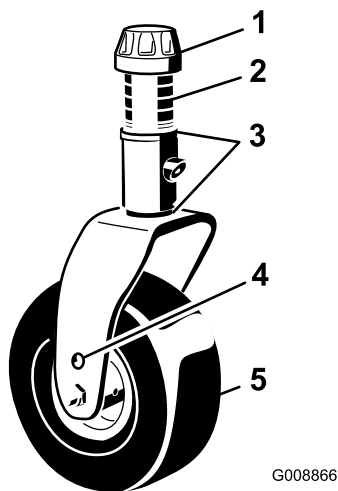

図 6
2. 左右のキャストフォークの同じ穴にキャストホイールの軸をセットする。セッティング用の穴の選択については 図 6 および 図 7 を参照してください。
3. スピンドルシャフトからテンショニングキャップを取り 図 6、キャストアームからスピンドルを抜き出す。シム 3 mm を枚スピンドルのシャフトに通す当初の状態と同じに。これらのシムは、デッキ全体の左右の水平調整に必要となる。希望の高さにするために必要な数のスペーサ 12mm をシャフトにセットし、ワッシャをはめる。